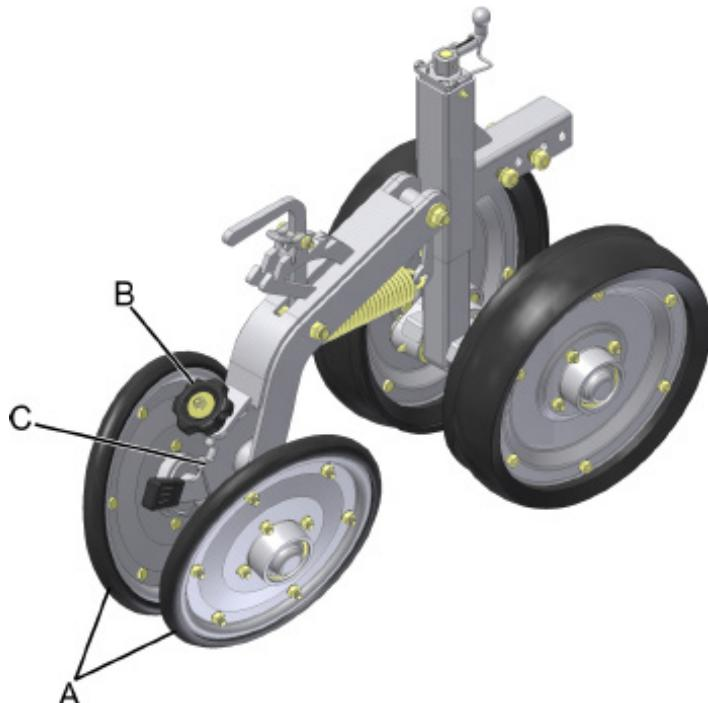

fig. 33
Os compactadores em "V" (A) (fig. 33), realizam a pressão do solo lateralmente na semente e trabalham com várias regulagens de pressão, conforme condições do solo, palhada, umidade, etc.